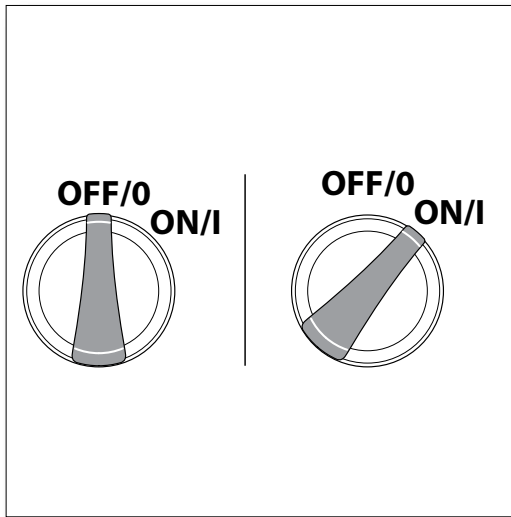

Fig. 18
- Asegúrese de que el interruptor “ON/OFF” esté en la posición “OFF”. El interruptor de alimentación tiene símbolos internacionales de ‘on’ y ‘off’: En ( I ) Off ( O ), **(Fig. 18 )**.